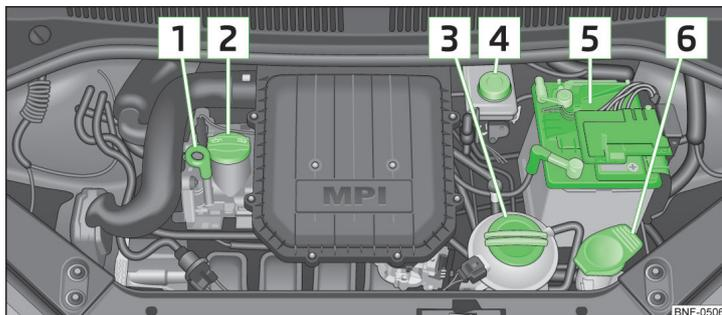

Fig. 99 Schéma du principe : Compartiment moteur
Emplacement dans le compartiment moteur » fig. 99
- Dévissez le bouchon de la tubulure de remplissage d'huile moteur » fig. 99 à la page 111.